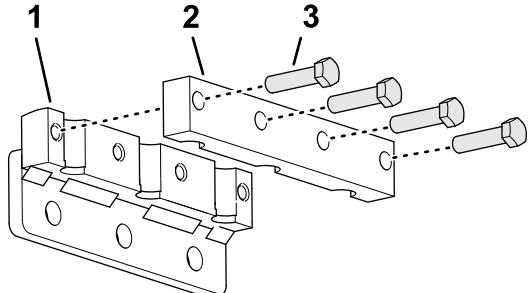

図 40
1. タインホルダーにタインクランプを仮止めする図40ボルト $\frac{3}{8} \times 1\frac{1}{2}$ "4本を使用する。この時点ではまた本締めしないこと。